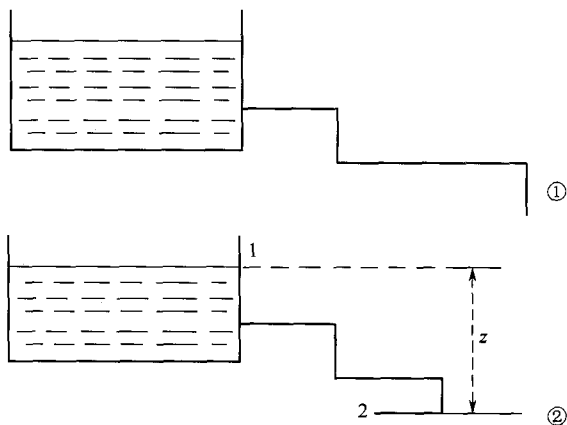

图 1-3 高位槽
(12) 如图 1-3 所示, 液体从高位槽流下, 液面保持稳定, 管出口和液面均为大气压强。当流体在管内流速为 1m/s , 损失能量为 $2.04\text{mH}_2\text{O}$, 求液面离管出口处的高度。
解: 选高位槽流体的液面为图 1-3 中①断面, 管出口截面为图 1-3 中②断面, 且为基准面, 列伯努利方程